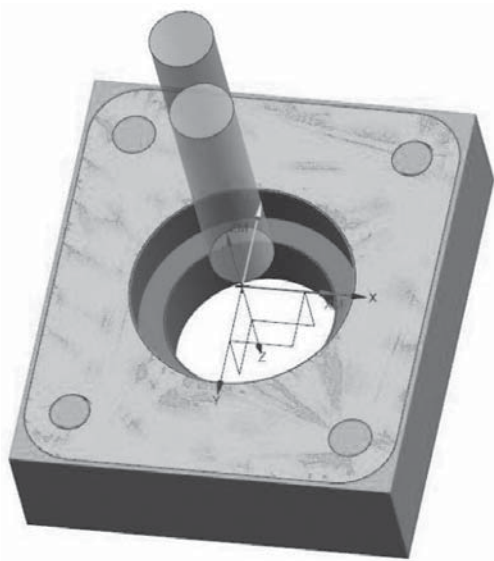

图 2-2-27 加工仿真
(6) 单击“刀轨设置”对话框中的“进给率和速度”图标, 进入“进给率和速度”对话框, 在“主轴速度”区域中, 勾选图标, 在文本框中填入 2500, 在“进给率”区域中的“切削”文本框中填入 2000, 单击图标进行计算, 单击“确定”按钮返回“平面铣”界面。
(7) 单击“操作”区域中的图标进行计算, 再单击图标, 进入“刀轨可视化”对话框。单击“3D 动态”图标进行 3D 仿真操作, 把“动画速度”调整到 2, 便于观察。单击图标进行仿真, 如图 2-2-27 所示。确认无误后, 单击两次“确定”按钮后完成工序创建。